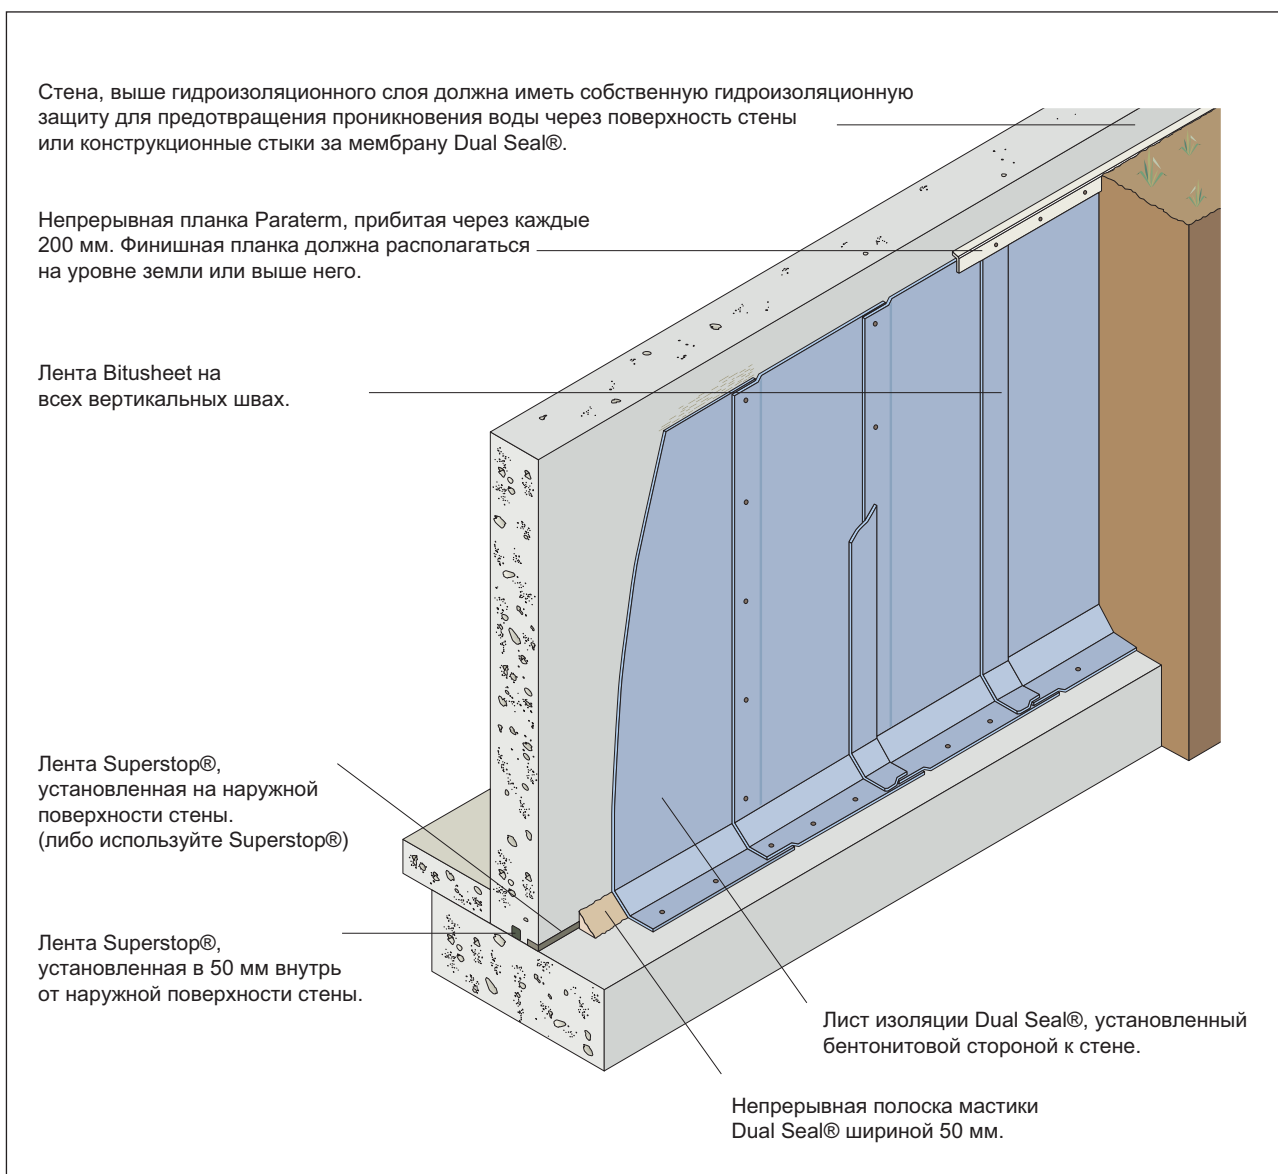

Рисунок 2. Монтаж гидроизоляции Dual Seal®.
10. В месте стыка стены и фундамента обустройте непрерывную полосу из мастики Dual Seal® шириной 50 мм (см. рис. 2 и 3).
12. Dual Seal® устанавливается на засыпные стены гранулированной бентонитной стороной на подготовленную поверхность, черной стороной из полиэтилена высокого давления (ПЭВД) к установщику (см. рис. 2,3 и 4).